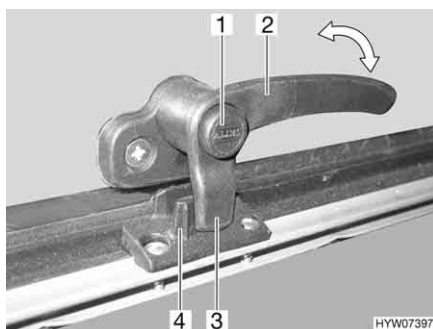
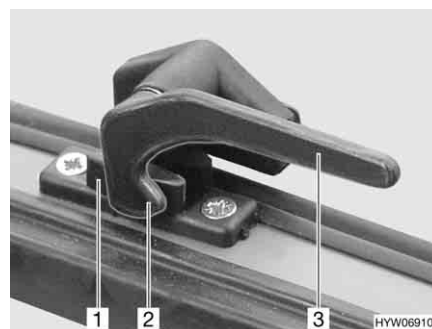

Fig. 73 Leva di serraggio con bottone di sicurezza in posizione "Chiuso"
Fig. 74 Leva di serraggio in posizione "Chiuso"
- Se presente, premere e tenere premuto il bottone di sicurezza (Fig. 73,1).
- Ruotare la leva di serraggio (Fig. 73,2 o Fig. 74,3) di un quarto di giro verso il centro della finestra.
- Ruotare la leva di serraggio (Fig. 73,2 o Fig. 74,3) di un quarto di giro verso il telaio della finestra. Il nasello di chiusura (Fig. 73,3 o Fig. 74,2) della leva di serraggio si trova completamente sul lato interno della chiusura della finestra (Fig. 73,4 o Fig. 74,1).
- In posizione "Completamente chiusa" (Fig. 73 e Fig. 74)